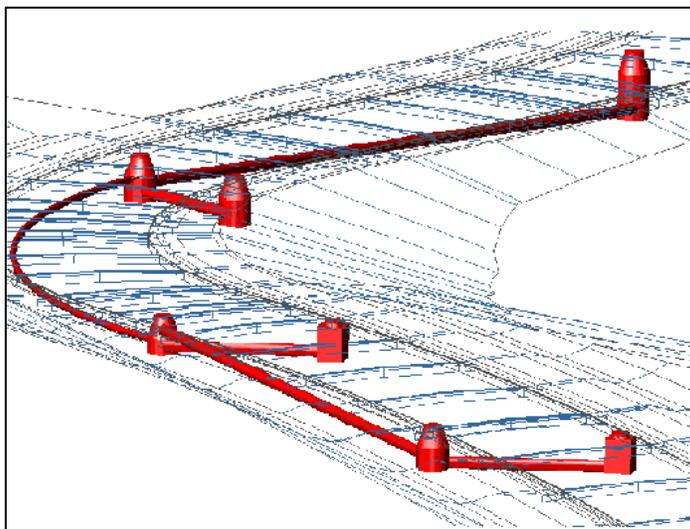

Рис. 1.14. Объект Трубопроводная сеть
*Трубопроводные сети* (рис. 1.14). Объект **Трубопроводная сеть** позволяет проектировать и моделировать сети, представляющие расходы и функции систем коммунальных сооружений, таких как ливневая или раздельная канализация. Модель трубопроводной сети создается из отдельных элементов. Трубы в сети соединяются как с использованием, так и без использования таких колодцев, как люки и водосборы. При построении модели можно добавлять водоприемники и водовыпуски, например оголовки водовыпуска для обозначения конца трубопровода. После создания первоначальной модели сети можно просматривать и редактировать ее элементы самыми разными способами на виде в плане или на виде профиля. Также существует возможность просматривать элементы трубопроводной сети в сечении. Стандартные правила проектирования определяют откос труб, их глубину относительно поверхности, а также размер колодцев, соединяющих трубы. Это полезно при проектировании самотечной системы, например ливневой или бытовой канализации.